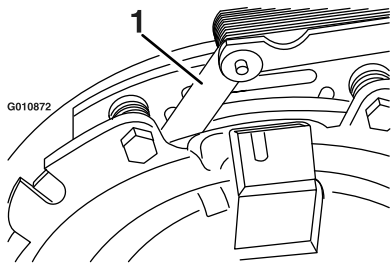
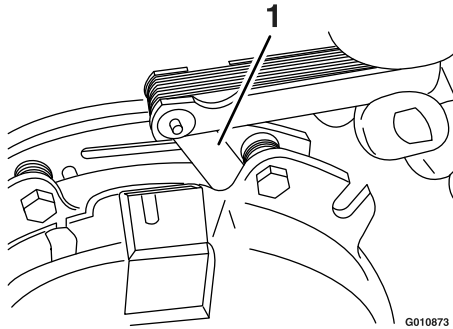

Figura 80
Figura 81
- E. Usando una galga de 0,25 mm, compruebe la presencia de un espacio entre el rotor y la cara de la armadura en ambos lados del polo del freno, según se indica en la Figura 80 y la Figura 81.